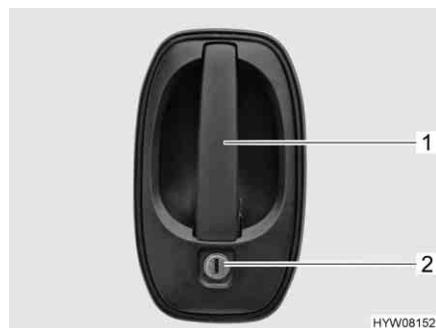

Fig. 38 Serratura della porta conducente, lato esterno
- Inserire la chiave nel cilindro della serratura (Fig. 38,2) e ruotare fino a quando la serratura della porta si sblocca.
- Tirare la maniglia della porta (Fig. 38,1). La porta è aperta.
- Inserire la chiave nel cilindro della serratura (Fig. 38,2) e ruotare fino a quando la serratura della porta si blocca.